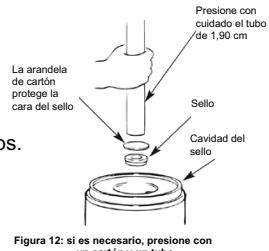

Figura 12: si es necesario, presione con un cartón y un tubo
- Si el sello no encaja correctamente después de volver a limpiar la cavidad, coloque una arandela de cartón sobre la cara del sello pulida y presione con cuidado en el lugar usando como prensa una pieza del tubo estándar limpio de 3/4". (consulte la figura 12).